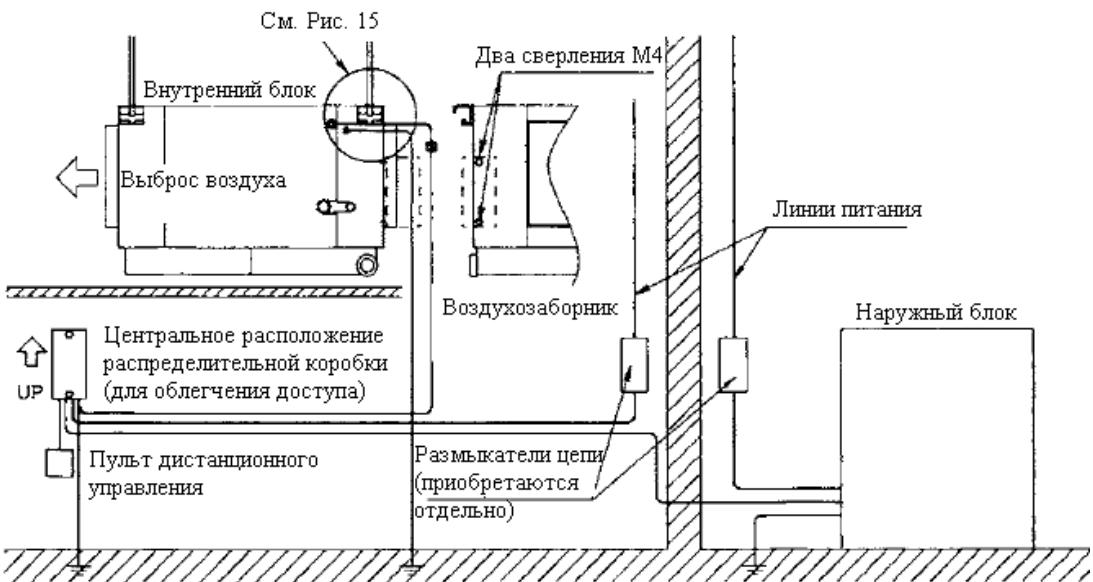

Рис. 14
- Распределительная коробка должна быть установлена в легко доступном месте (см. Рис. 14), не окруженном посторонними предметами. Если proximity от блока такого места нет, распределительную коробку можно установить на внутреннем блоке, со стороны воздухозаборника, для чего служат два отверстия на его боковой панели.